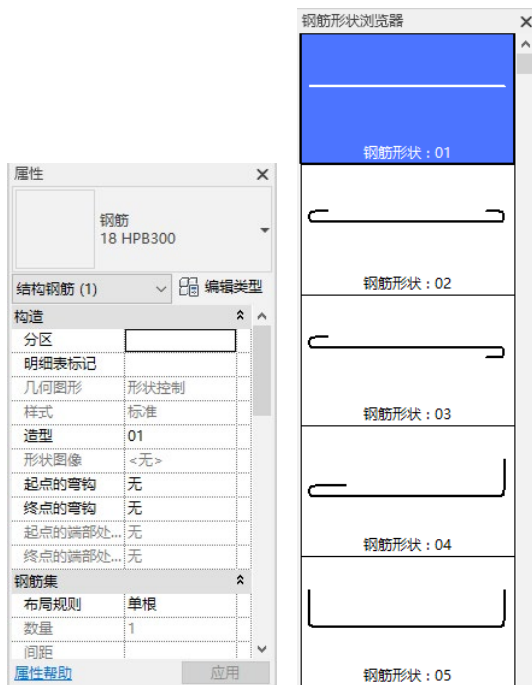
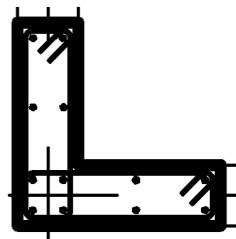
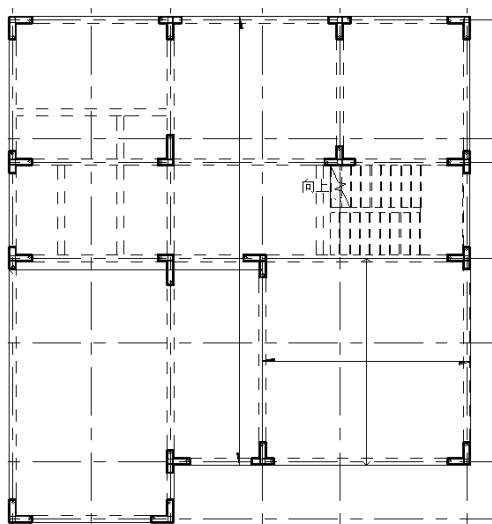

图 13-86 选择钢筋形状
图 13-87 放置钢筋 (1)
图 13-88 放置钢筋 (2)
- (11) 在“属性”选项板中选择“钢筋 18HPB300”类型，在“造型”栏下拉列表中选择“01”或在“钢筋形状浏览器”对话框中选择“钢筋形状: 01”，如图 13-86 所示。
- (12) 在“属性”选项板的“视图可见性状态”栏中单击“编辑”按钮 ，打开“钢筋图元视图可见性状态”对话框，在“三维视图”栏中勾选“清晰的视图”和“作为实体查看”，单击“确定”按钮。
- (13) 在轴线 A 和轴线 1 交点处的结构柱上放置钢筋，调整钢筋位置，结果如图 13-87 所示。
- (14) 单击“结构”选项卡“钢筋”面板中“钢筋”按钮 ，打开“修改|放置钢筋”选项卡，单击“当前工作平面”按钮 和“平行于工作平面”按钮 。
- (15) 在“属性”选项板中选择“钢筋 8HPB300”类型，在“造型”栏下拉列表中选择“33”或在“钢筋形状浏览器”中选择“钢筋形状: 33”。
- (16) 在所有柱截面上放置形状为 33 的钢筋，按空格键调整形状位置，如图 13-88 所示。